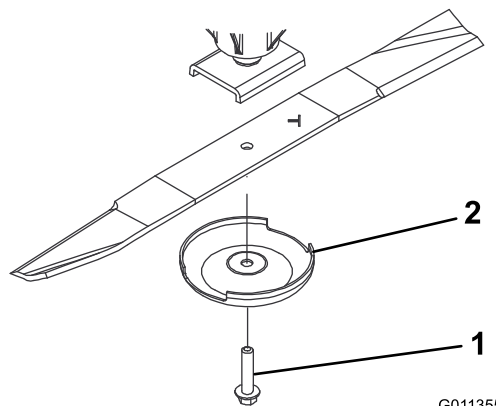

Figure 102
- Enlevez le boulon, la coupelle de protection et la lame de l'axe de pivot (Figure 102).